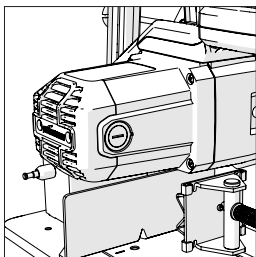

Fig. 13
- Desenrosque los tapones de plástico situados en la parte trasera del motor (**Fig. 13**). Tenga cuidado, ya que los tapones están colocados a presión.